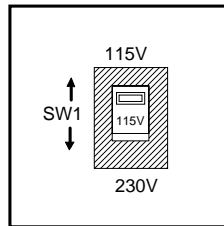

图2.1 电源设定图
2.2.2 设定开关位于机框后面板上，请参考图2.1设定正确的工作电压，电压的设定说明如下：